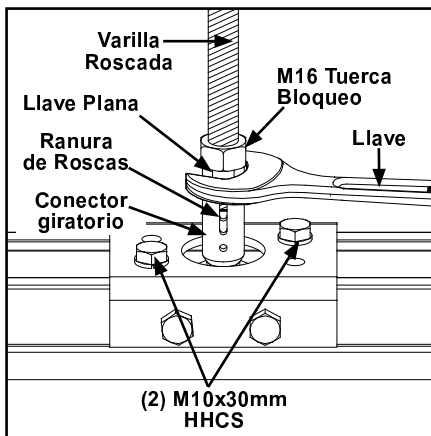

Figura 3-67
- Paso 2. Verifique que las roscas estén visibles en las ranuras cuando termine de nivelar el sistema. Vea Figura 3-67.
- Paso 4. Apriete dos (2) M10 x 30 mm HHCS para asegurar soporte de montaje al Riel. Apriete tornillos hasta que arandelas queden planas. No apriete de más. Vea Figura 3-67.
- Paso 5. Apriete Tuercas de bloqueo M16 en conector de varilla para asegurarlo. Vea Figura 3-67.